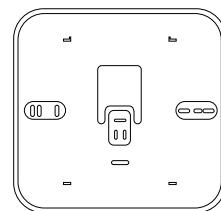
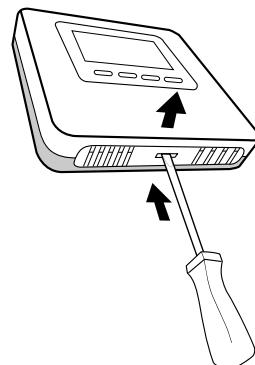

Рис. 10
Рис. 19
- Смонтируйте при необходимости опорную пластина на электрическую соединительную коробку, которая поставляется в комплекте (Рис. 10).
Слегка надавив на защелку, расположенную в нижней части, снимите монтажное основание (Рис. 19). Вставьте 2 щелочные батарейки в специальный отсек, соблюдая полярность согласно отметкам, указанным на устройстве. После завершения операции установите на место регулятор температуры в помещении: сначала верхнюю часть, а затем после поворота вниз аккуратно прижмите ее. Беспроводной регулятор температуры в помещении осуществляет непрерывный мониторинг уровня заряда батарей, срок пригодности которых составляет примерно 2 года. Когда заряд заканчивается, на дисплее отображается значок (Рис. 10). Выполните замену батареек в соответствии с описанием, приведенным выше.